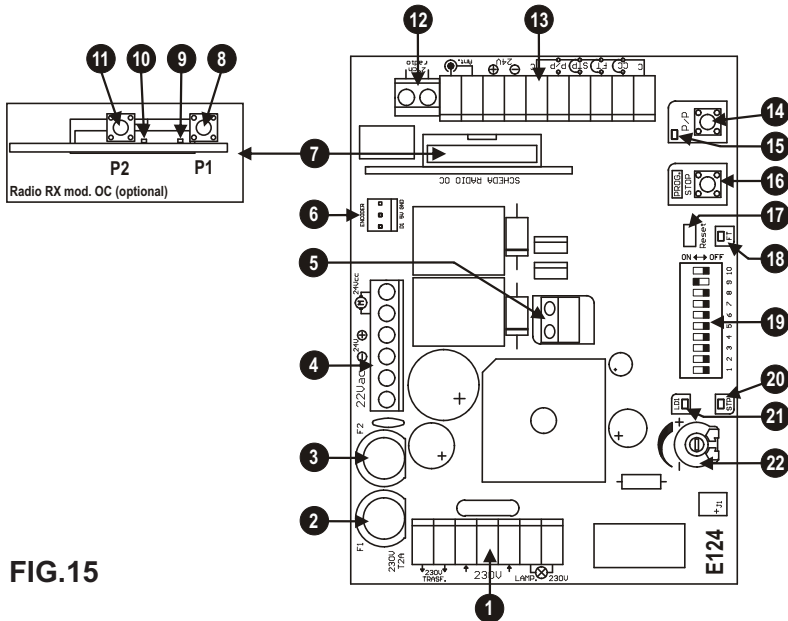
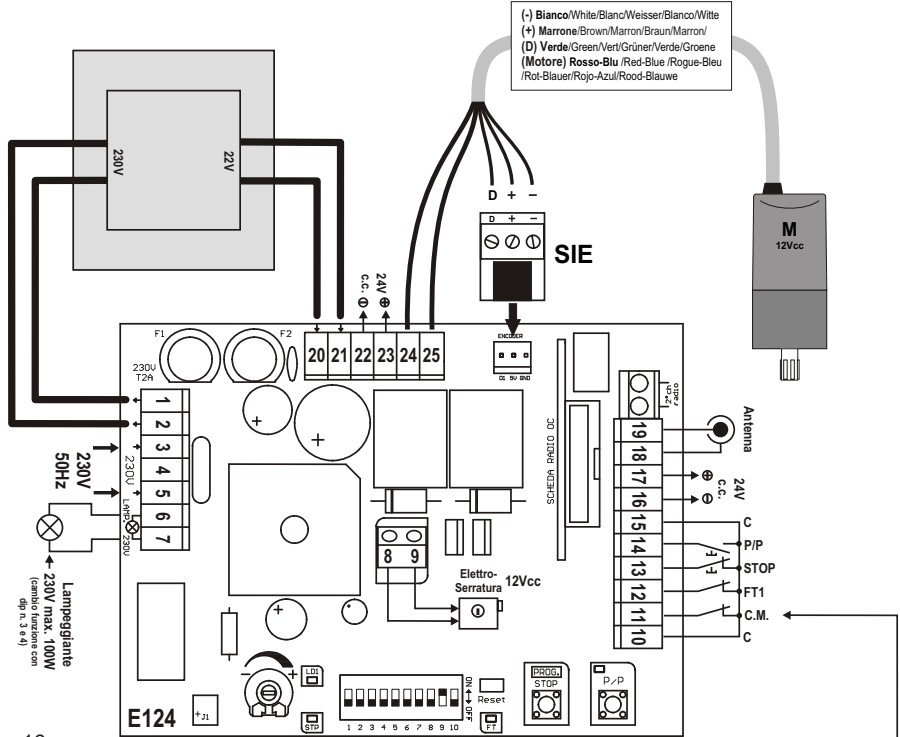

FIG.15
Fig. 16
Pour les connexions suivre les tableaux 1 et 2 et la figure 16.
Durant la phase d'apprentissage on actionnera plusieurs fois la touche P/P (pos. 14 fig. 15), en alternative on peut utiliser la commande P/P (borne 14, fig. 16) ou l'émetteur radio mémorisé sur le premier canal du récepteur.
- 2- En maintenant la touche PROG enfoncée, effectuer une réinitialisation en court-circuitant avec un tournevis le cavalier Reset (pos. 17 fig. 15).